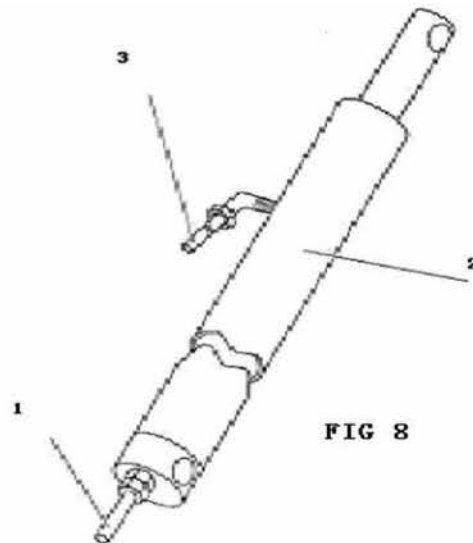

FIG 8
- Sluit de leiding van de cilinder (Fig. 8) aan op de uitstroomleiding van de pomp.